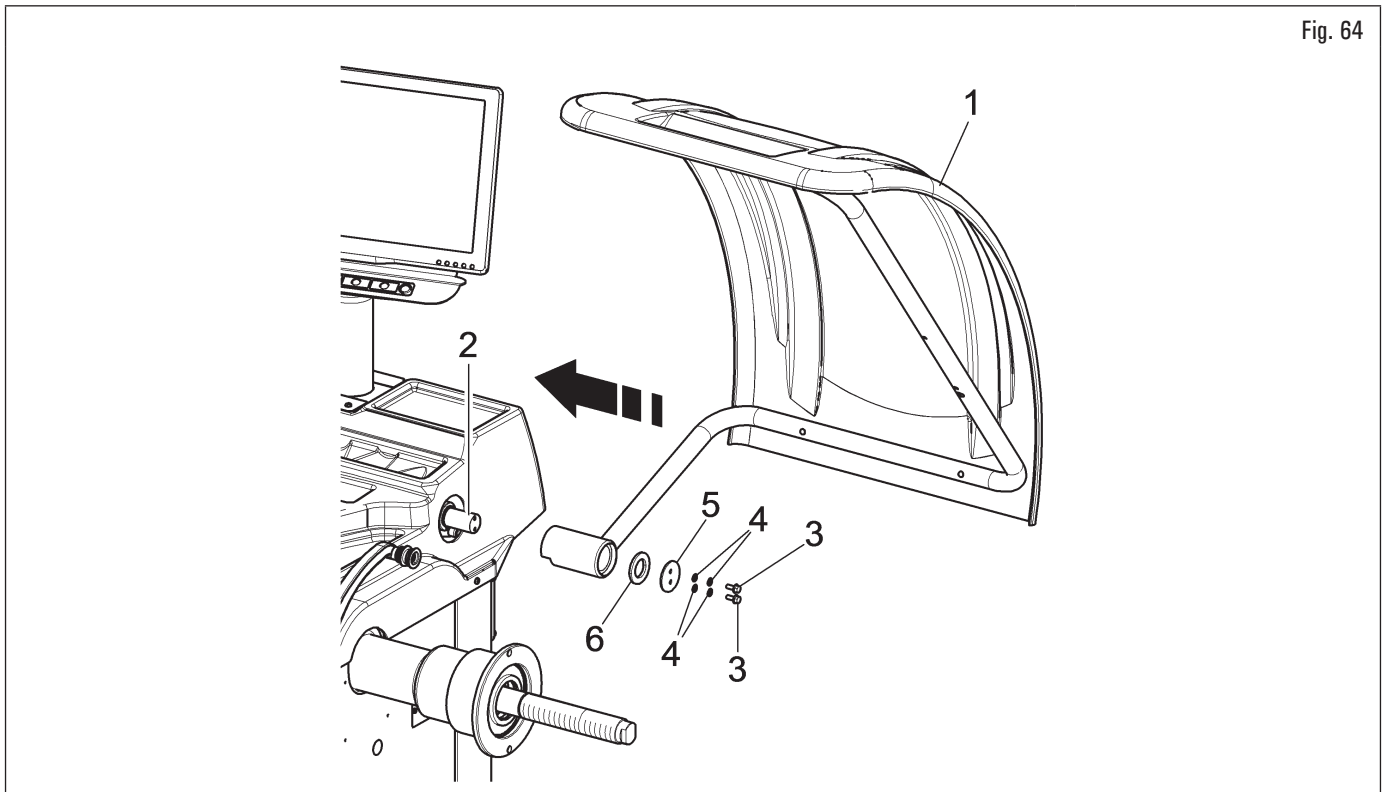

Fig. 64
1. Montare il carter di protezione (Fig. 64 rif. 1) al supporto (Fig. 64 rif. 2) con le viti (Fig. 64 rif. 3), interponendo le molle a tazza (Fig. 64 rif. 4) e le rondelle di fermo (Fig. 64 rif. 5 - 6);
2. serrare le viti (Fig. 64 rif. 3) in modo che il carter (Fig. 64 rif. 1) si alzi e si abbassi senza sbattere contro il fincorsa. La regolazione deve essere eseguita in modo tale che il carter debba essere accompagnato manualmente, sia durante l'apertura che la chiusura.